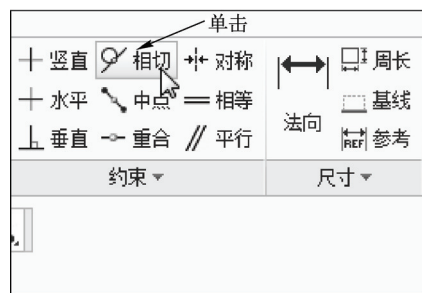

图 4-66 单击“相切”按钮
STEP 02 在功能区选项板的“草绘”选项卡中, 单击“约束”面板中的“相切”按钮, 如图 4-66 所示。